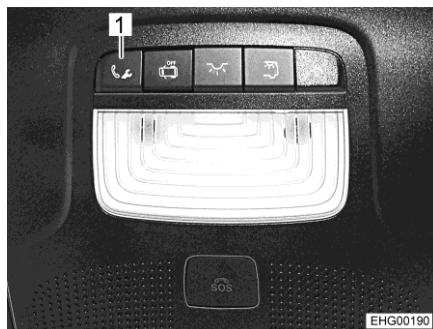

Bild 7 Knapp för samtal till vägassistans
- Tryck på knappen (Bild 7,1) för samtal till vägassistans. Uppringning sker till Mercedes-Benz kundcenter.